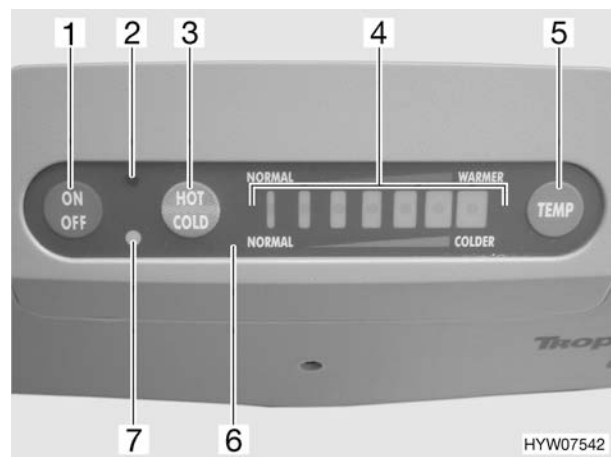

Fig. 175 Pannello di controllo del frigorifero portatile
L'alimentazione di tensione avviene tramite due diversi cavi di allacciamento. Se entrambi i cavi di allacciamento sono collegati contemporaneamente il frigorifero portatile viene alimentato con tensione a 230 V. La modalità di funzionamento e l'intervallo di variazione della temperatura impostato vengono visualizzati sul pannello di controllo (Fig. 175).
- Premere sul pannello di controllo (Fig. 175,6) il tasto "ON/OFF" (Fig. 175,1).
Il frigorifero portatile funziona nella modalità di funzionamento selezionata per ultima e con l'intervallo di variazione della temperatura selezionato per ultimo (funzione di memoria). Nella modalità raffreddamento è accesa l'indicazione di funzionamento blu (Fig. 175,7). Nella modalità riscaldamento è accesa l'indicazione di funzionamento rossa (Fig. 175,2). Sette LED (Fig. 175,4) indicano l'intervallo di variazione della temperatura.
- Sul pannello di controllo premere il tasto "HOT/COLD" (Fig. 175,3).